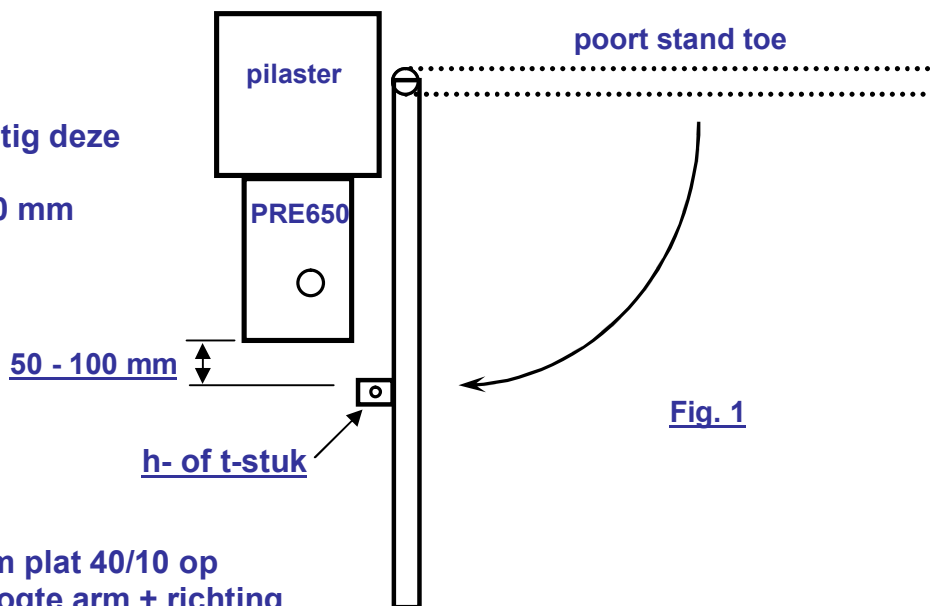

Fig. 1
3. bevestig h- of t-stuk 50 tot 100 mm achter de motor (zie fig. 1)